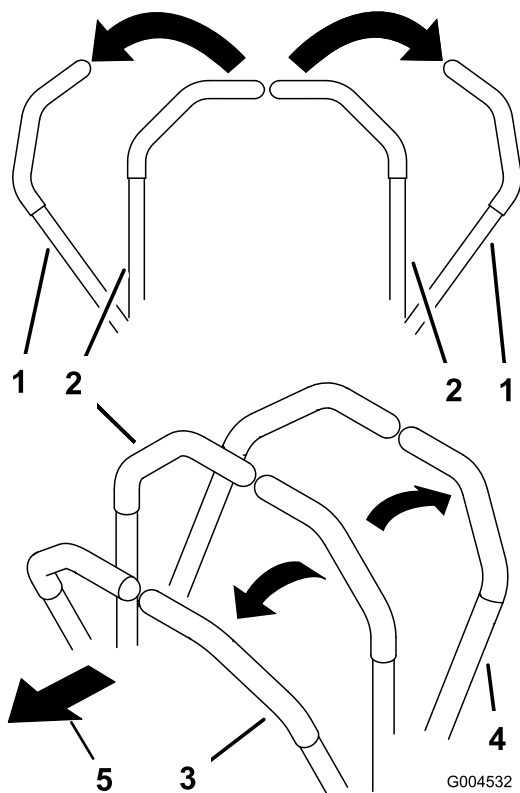

Bild 17
2. Schieben Sie für das Vorwärtsfahren die Fahrtriebshebel langsam vorwärts (Bild 17).
Wenden Sie zum Geradeausfahren auf beide Fahrtrihshebel denselben Druck an (Bild 17).
Verringern Sie zum Wenden den Druck auf den Fahrtrihshebel an der Seite, in deren Richtung Sie wenden möchten (Bild 17).